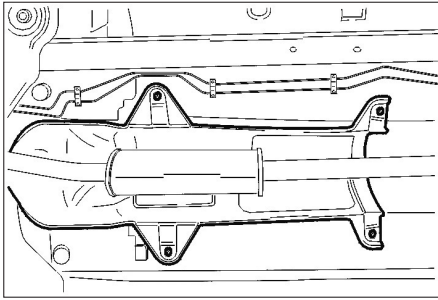

FIG. 15
- Déposer les fixations du pare-chaleur (selon version) et poser celui-ci sur la ligne d'échappement (Fig.15).